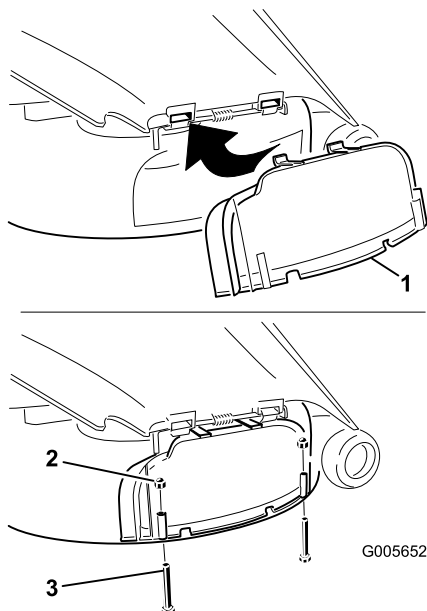

Bild 23
3. Heben Sie das Ablenkblech an und schieben die Zungen oben an der Auswurfkanalabdeckung unter die Haltestange des Ablenkblechs. Drehen Sie die Abdeckung des Auswurfkanals nach unten über die Öffnung und auf die untere Lippe des Mähwerks (Bild 23).
4. Befestigen Sie die Abdeckung des Auswurfkanals mit zwei Schrauben (1/4 x 2-1/2 Zoll) und zwei Kopfmuttern (1/4 Zoll) an der unteren Lippe des Mähwerks, siehe Bild 23.